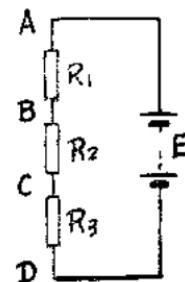

图1—2
(3) 分流 在一个电路上另外并联一只电阻，电流就多了一个通路，因而能起到分流作用。在并联电路中，各分路两端电压相等，电阻较大的分路，流过的电流较小；电阻较小的分路，流过的电流较大。可见，各分路电流的大小决定于分路电阻的大小。根据这个道理，我们就可以用分路电阻(分流器)扩大电流表的量程(图1—3)。